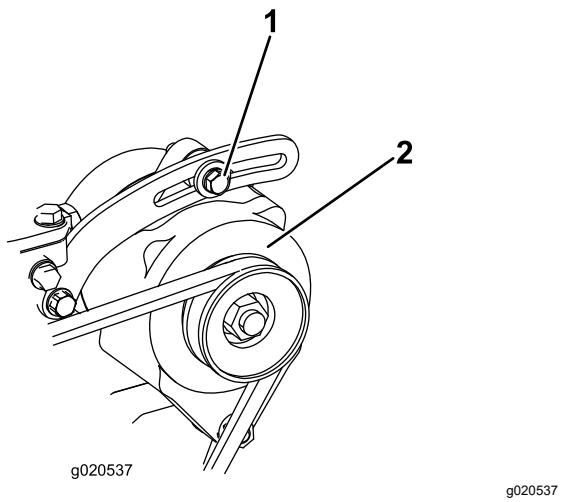

Figure 90
- Si vous n'obtenez pas une flèche de 10 mm ($\frac{3}{8}$ po), desserrez les boulons de fixation de l'alternateur (Figure 90).